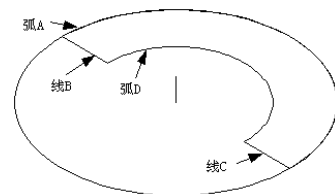
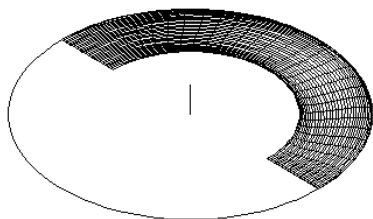

图 12-80 修剪结果
图 12-81 创建顶面模型
- 16 使用【修剪】命令，以缩放后的圆弧作为剪切边界，将边界内的线段修剪掉，结果如图 12-80 所示。
- 17 使用【边界网格】命令，以图 12-80 所示的弧 A 和、线 B、弧 D 和线 C 作为边界，创建如图 12-81 所示的顶面模型。